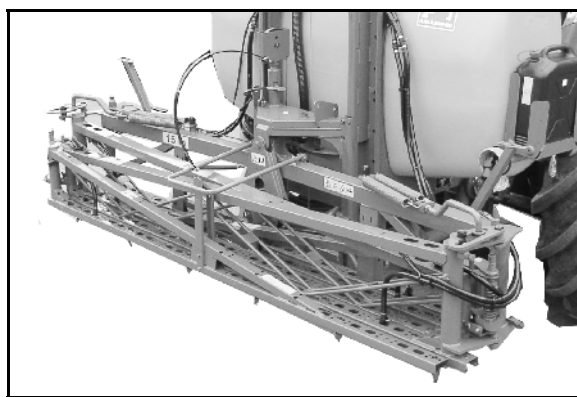

図 78
4. 折り畳んだ後に、走行安全用留め具がしっかり固定されているか確認してください (図 78)。